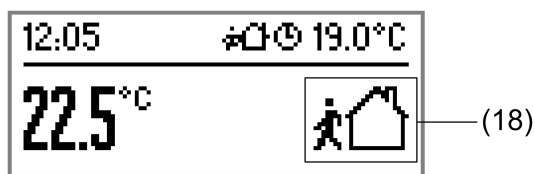
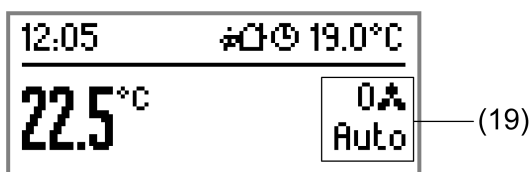

Bild 52: Beispiel einer 2-Bereichs-Anzeige mit Raumtemperatur in der Menüfläche und großem Betriebsmodus-Symbol
Bild 53: Beispiel einer 2-Bereichs-Anzeige mit Raumtemperatur in der Menüfläche und Lüfterstufenanzeige
Rechtsbündig in der Menüfläche wird im Normalfall der Reglerbetriebsmodus in Form eines großen Symbols (18) signalisiert (Bild 52), sofern der integrierte Regler oder die Reglernebenstelle aktiviert ist. Alternativ zum Betriebsmodus-Symbol kann an dieser Stelle die Lüfterstufe und die Lüfterbetriebsart (19) eines Gebläsekonvektors angezeigt werden (Bild 53). Dazu muss die manuelle Lüftersteuerung freigeschaltet sein (siehe Seite 193-194).